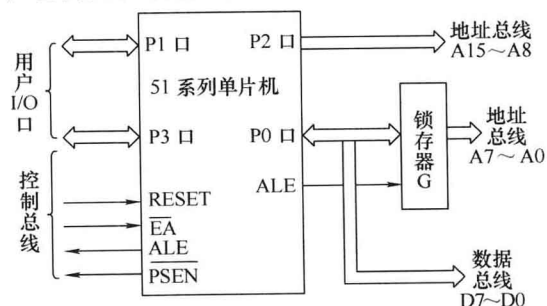

图 2-12 51 系列单片机片外总线结构图
从 AT89 系列单片机引脚可以看出，除了电源、复位、时钟输入以及使用者 I/O 口外，其余的引脚都是为实现系统扩展而设置的。这些引脚构成了片外三总线结构，如图 2-12 所示。从图 2-9 单片机的引脚图可以看出，P0 口的 8 个引脚后面括号里标有 ADx (x 为 0~7)，表示既可以是地址总线 (AB)，又可以是数据总线 (DB)；P2 口的 8 个引脚后面括号里标有 Ax (x 为 8~15)，表示作为地址总线的高 8 位；P3 口的 8 个引脚后面括号里也分别标有 RXD、TXD、INT0、INT1、T0、T1、RD、WR，它们是控制信号的一部分。
1. 地址总线 (AB)